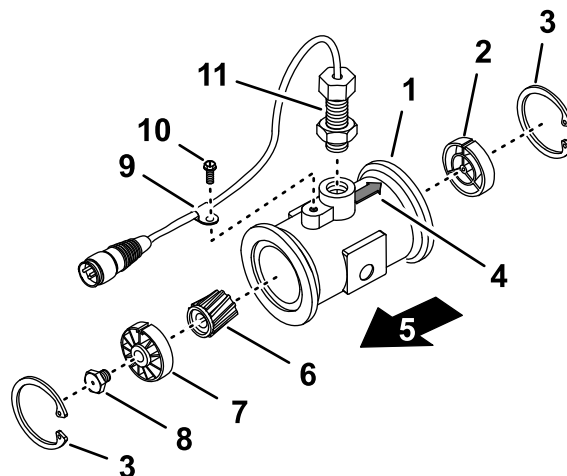

Рисунок 121
3. Снимите стопорное кольцо со стороны входа (Рисунок 121).